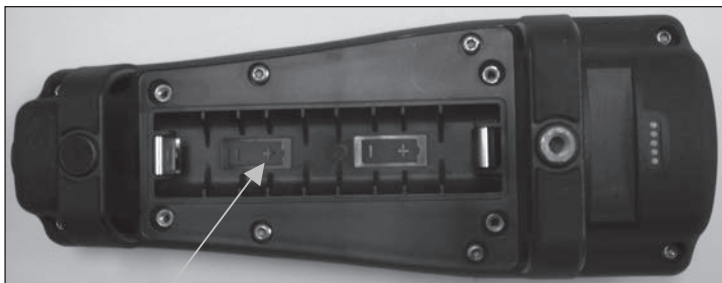

Figure 1. Pro10 avec le couvercle des piles retiré. Notez les symboles de piles indiquant les polarités.
4. Installez les nouvelles piles, en veillant à respecter leur polarité (Figure 1).